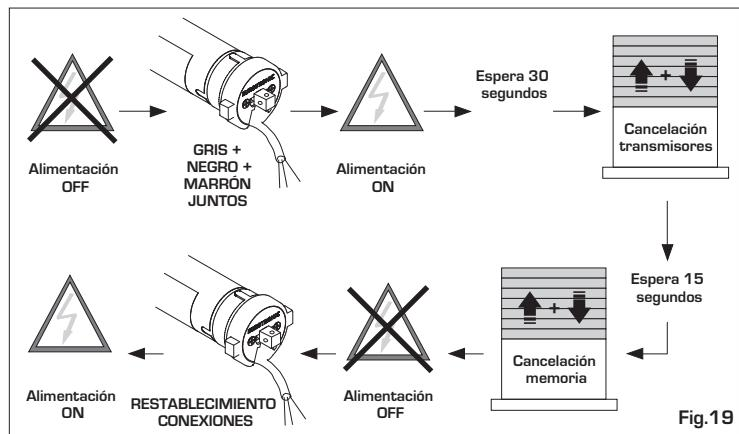

Fig.19
9.2 Cancelación de toda la memoria "RESET COMPLETO" [véase la Fig. 19]: